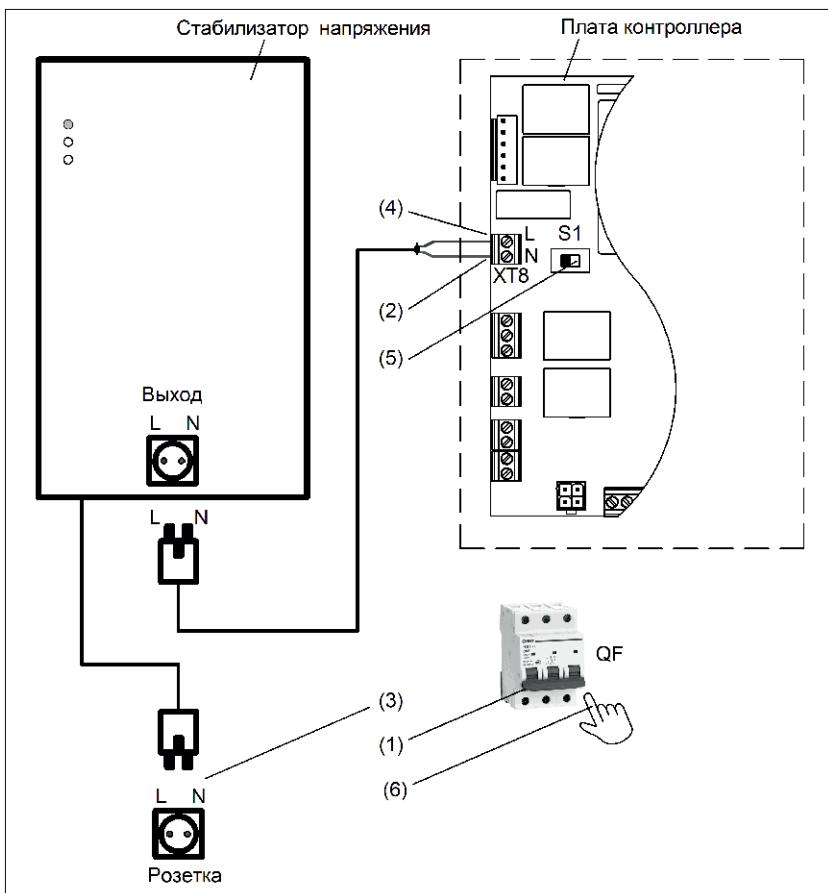
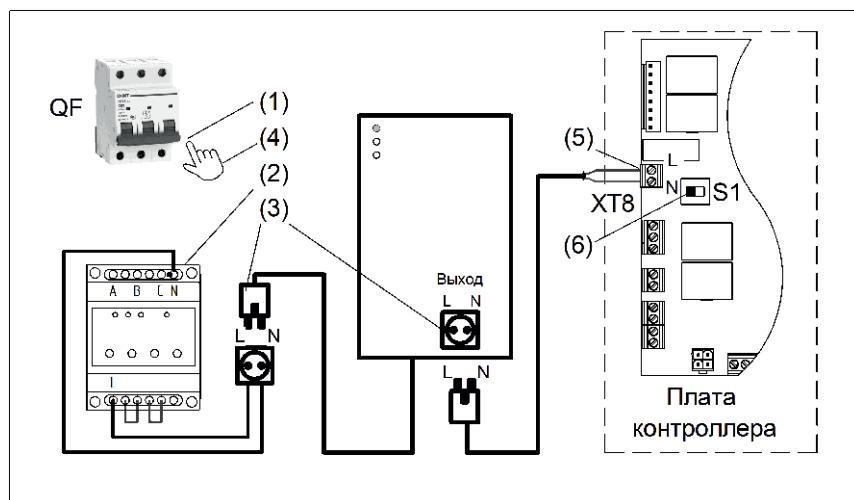
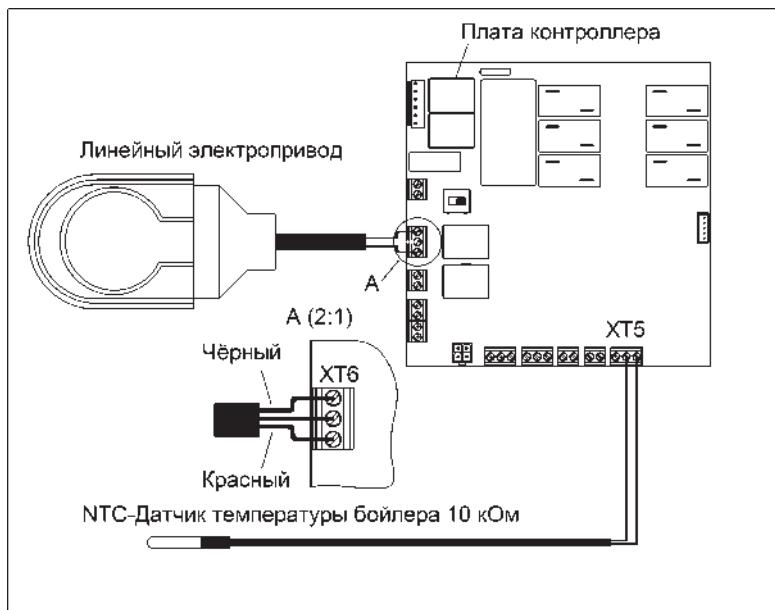

Рисунок 28. Схема подключения стабилизатора напряжения
Рисунок 29. Схема подключения переключателя фаз
Рисунок 30.
- Порядок подключения стабилизатора напряжения (см. рис.28).
- (1) Отключить автоматический выключатель **QF**.
- (2) Подсоединить кабель от выхода стабилизатора к колодке **ХТ8** платы контроллера, строго соблюдая полярность.
- (3) Подключить стабилизатор к сети.
- (4) Убедиться в наличии фазы на верхнем контакте колодки **ХТ8** платы контроллера.
- (5) Перевести переключатель **S1** из правого положения в левое положение.
- (6) Включить автоматический выключатель **QF**.
- Порядок подключения переключателя фаз (ПЭФ-301) (см. рис.29).
- (2) Смонтировать переключатель фаз согласно рис. 30.
- (4) Включить автоматический выключатель **QF**.
- (5) Убедиться в наличии фазы на верхнем контакте колодки **ХТ8** платы контроллера.
- (6) Перевести переключатель **S1** из правого положения в левое положение.